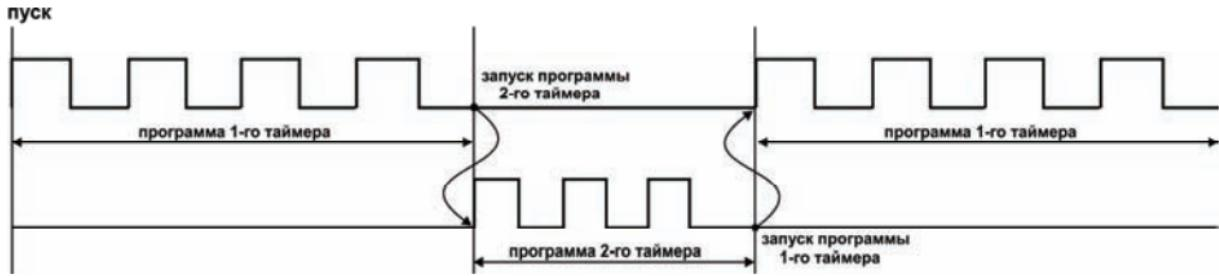

Рисунок 20
3.1.6.7 При «*rESt*=6 (установка возможна только при значениях «*LnP*=1, 2 или 3) в случае завершения выполнения программы таймера 1 произойдет запуск или перезапуск таймера 2. В свою очередь завершение выполнения программы таймера 2 приведет к запуску или перезапуску таймера 1 (рисунок 20).